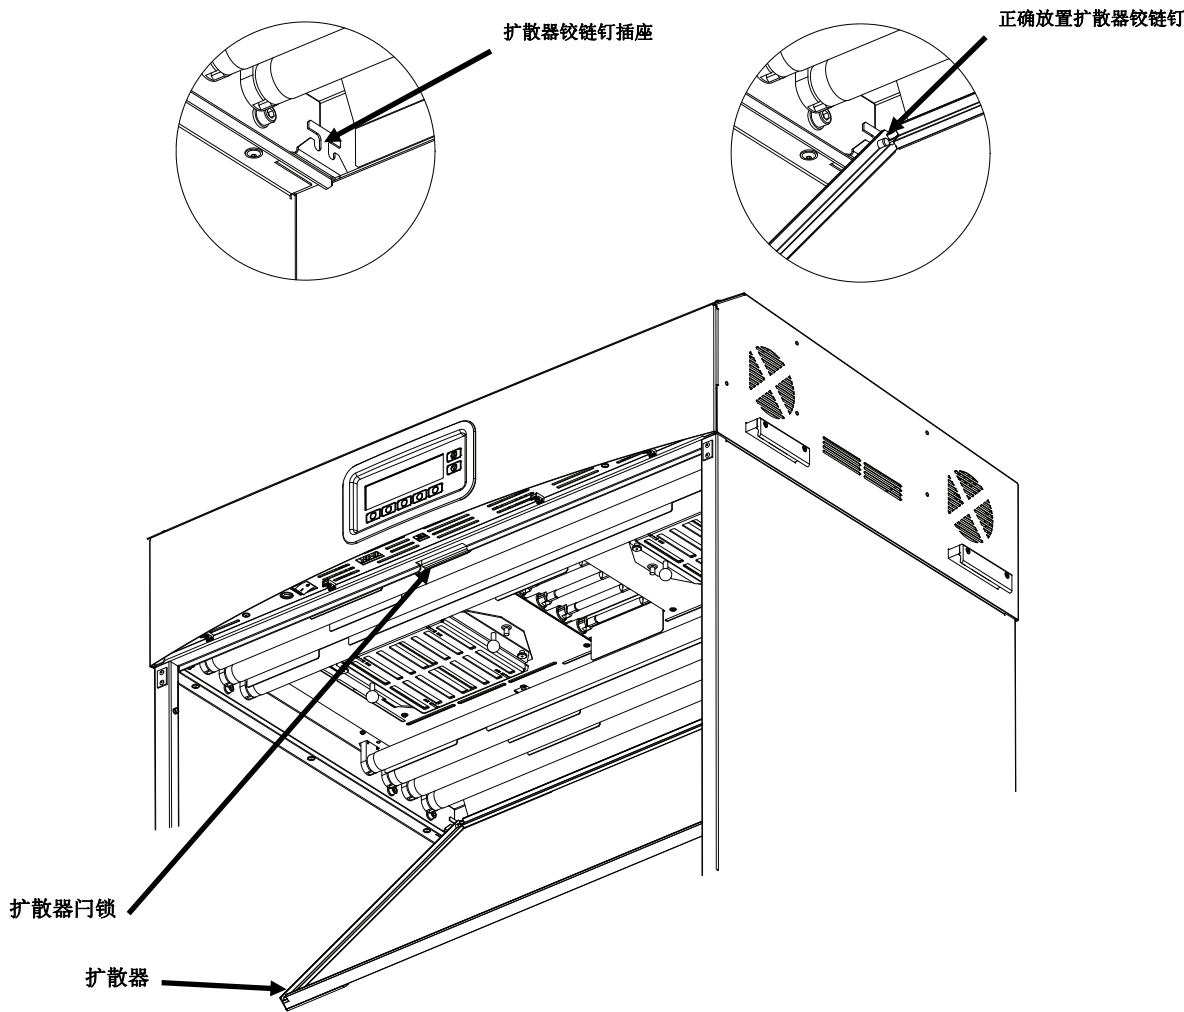

图 7. 灯箱扩散器展示
- 9. 将扩散器各个背面角落的铰链钉插入到插座的前插槽中。插座位于灯箱外壳的后方角落处。请参见图 7。